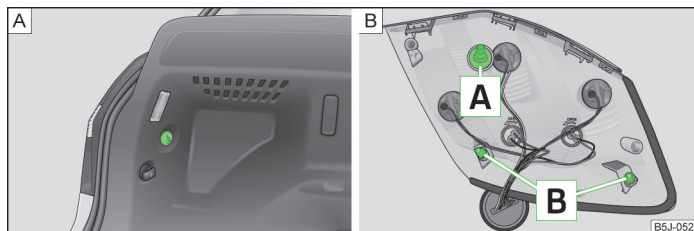

Abb. 161 Rückleuchte ausbauen / Rückleuchte einbauen
- › Mit einer Hand die Rückleuchte festhalten und mit der anderen Hand die Kunststoffmutter » Abb. 161 - **A** abschrauben.
- › Zum erneuten Einbau die Rückleuchte zuerst mit der Schraube **A** in die Öffnung in der Karosserie einsetzen » Abb. 161.
- › Mit einer Hand die Rückleuchte festhalten und mit der anderen Hand die Mutter » Abb. 161 - **A** aufschrauben und festziehen.